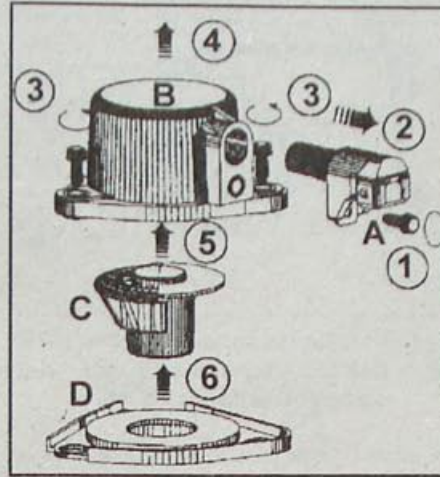

Рис. 1.9. Последовательность снятия датчика определения цилиндра:
- Выверните один болт и снимите датчик определения цилиндра (A, рис. 1.9).
- Выверните три болта и снимите колпак (B).
- Мишень (C) удерживается на конце распределительного вала стопорным кольцом. Для снятия мишени установите конец выколотки на заднюю часть мишени, наносите молотком короткие несильные удары по выколотке и снимите мишень (C) и пластмассовую защитную пластинку (D).